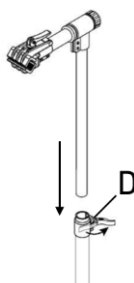

fig. 4
- Ouvrez le levier du collier de fixation central (D) et insérez l'arbre supérieur dans l'arbre inférieur (fig. 4).